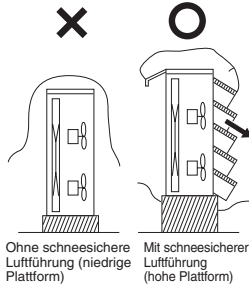

Abb. 2-7
In Gebieten mit Schnee und starkem Wind können die folgenden Probleme auftreten, wenn die Außeneinheit nicht mit einer Plattform und schneesicherer Luftführung ausgestattet wird (Abb. 2-7):
- (1) Die Plattform muss höher als die maximale Schneetiefe sein. (Abb. 2-7)
- (2) Die beiden Stützen der Außeneinheit müssen für die Plattform verwendet werden, wobei die Plattform unter der Lufteinlass-Seite der Außeneinheit installiert werden muss.
- (3) Das Fundament der Plattform muss fest sein; die Einheit ist mit Ankerschrauben zu sichern.
- (4) Bei einer Dachmontage an Stellen, an denen starker Wind auftritt, müssen entsprechende Gegenmaßnahmen getroffen werden, um ein Umfallen der Einheit durch Windstöße zu vermeiden.